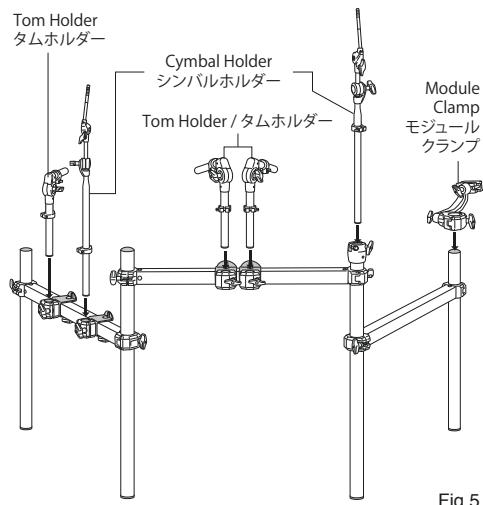

Fig.5
5. Attach the Module Clamp to the leg (short) and install Cymbal Holders and Tom Holders as shown (Fig.5). Then adjust to the desired position.
**Note:** Fig.5 will arrange a standard (RH) five-piece drum set configuration.
右手側のレッグパイプ(短)にモジュールクランプを取り付け、お好みの位置にシンバルホルダーとタムホルダーも取り付けます。Fig.5は、一般的な、2UP、1DOWNと呼ばれるセッティングを示しています。